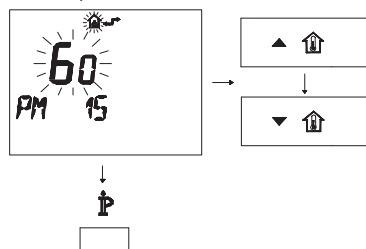

Figura 5.27
- Modificare il SET programmato agendo sui pulsanti \uparrow \uparrow o \downarrow \uparrow fino a visualizzare un **set di 60**, aspettare che il numero programmato cominci a lampeggiare (Figura 5.27).